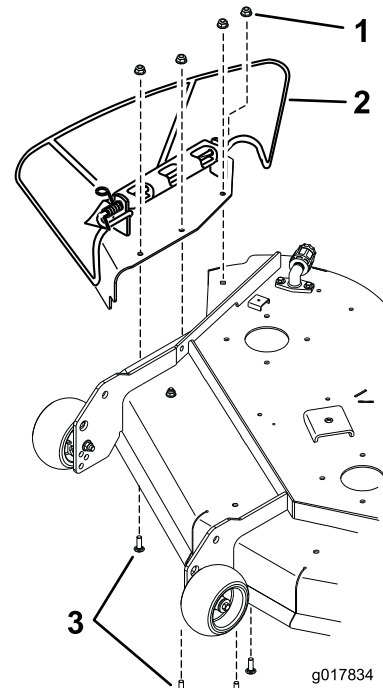

Figura 19
- Retire el conjunto de la placa que incluye el conducto de descarga lateral (Figura 19). El deflector se separará al mismo tiempo. Guarde estos herrajes y el conjunto de la placa.